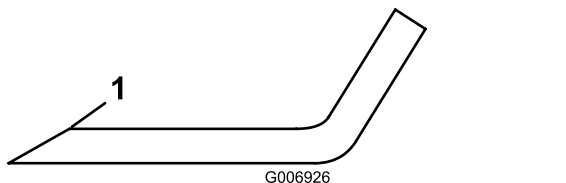

Figura 68
- Controllate i taglienti di tutte le lame, e affilateli se fossero ottusi o scheggiati. Affilate soltanto la parte superiore del tagliente e mantenete l'angolo di taglio originale per garantire l'affilatezza (Figura 68).
- Se smussato o scheggiato, affilate soltanto la parte superiore del tagliente e mantenete l'angolo di taglio originale (Figura 68).